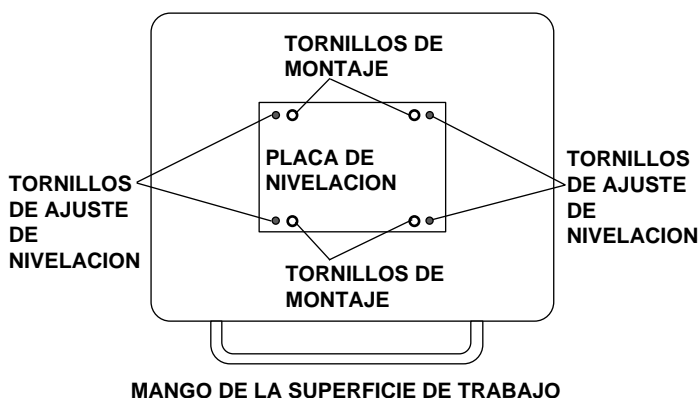

Figura 12. Nivelación de la superficie de trabajo
3. Localice los cuatro tornillos de montaje situados en la placa de nivelación en la parte inferior de la superficie de trabajo (véase la figura 12). Utilizando una llave hexagonal de 3/16 pulgadas, afloje estos tornillos, pero sin extraerlos.